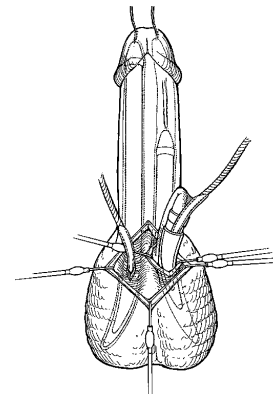
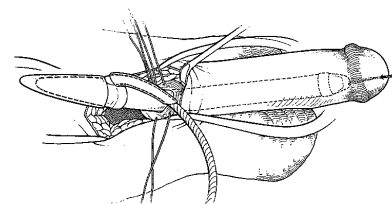

Fig. 4-14a. Penoscrotal metod: för in cylindrarna
Fig. 4-14b. Infrapubisk metod: för in cylindrarna
15. Vik tillbaka cylindern över sig själv och tryck därefter in dess proximala ände i crus penis samtidigt som distala penis försiktigt sträcks (se fig. 4-14a och fig. 4-14b). Alternativt kan den U-formade delen av det proximala verktyget placeras i skarven mellan utloppsslangen och cylindern och verktyget användas för att trycka in cylinderns proximala ände i crus penis samtidigt som distala penis försiktigt sträcks. Den plattare sidan av verktyget ska vara vänd mot cylindern.